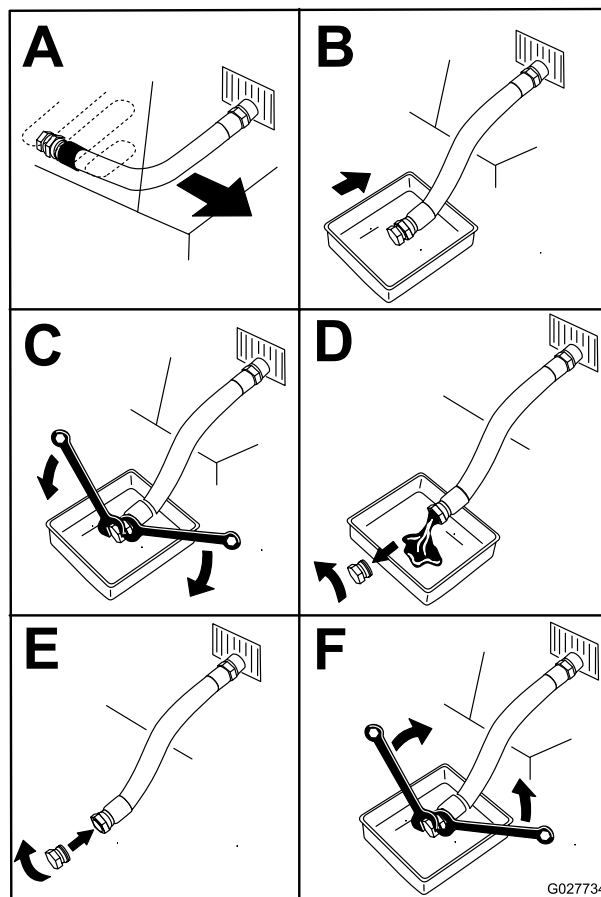

Figura 47
5. Spurgate l'olio dal motore (Figura 47).